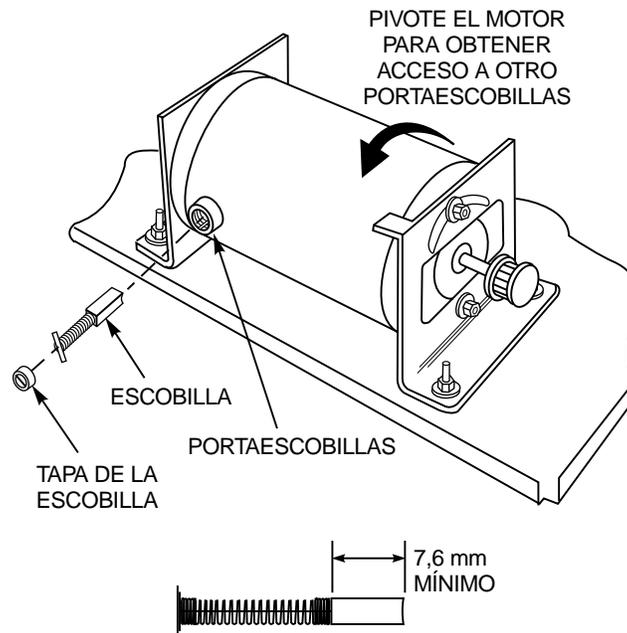

Figura 15. Inspección y reemplazo de las escobillas
3. Consulte la Figura 15, y quite las tapas de las escobillas.